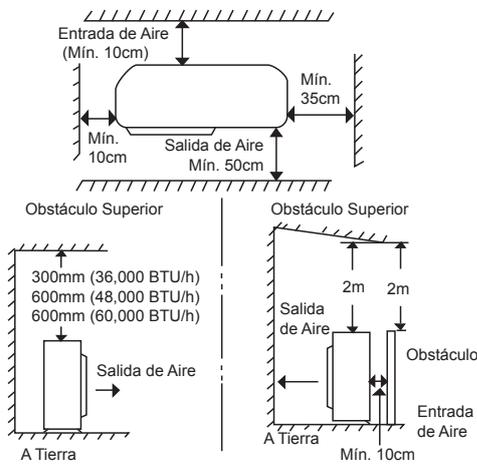

Fig.7.1
3. Considerar el espacio necesario para la entrada de aire, la salida y el mantenimiento (Fig 7.1).